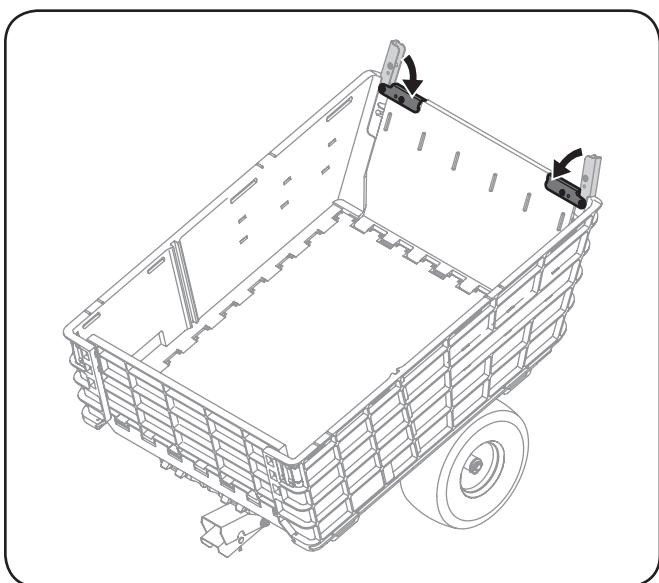

Figura 3-8
- Cuando la puerta trasera esté en su lugar, fíjela presionando los sujetadores de la puerta trasera en la misma. Consulte la Figura 3-8.